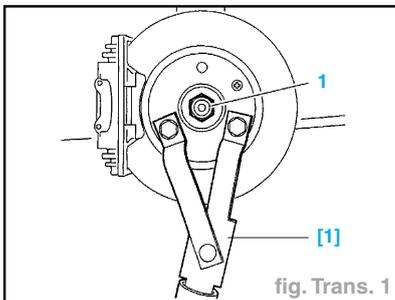

fig. Trans. 1
- Mettre en place l'outil [1] 6310-T (fig. Trans. 1).
- l'outil [1] (fig. Trans 1),
- l'écrou (1) ; serrer à 25 daN.m, puis le freiner.